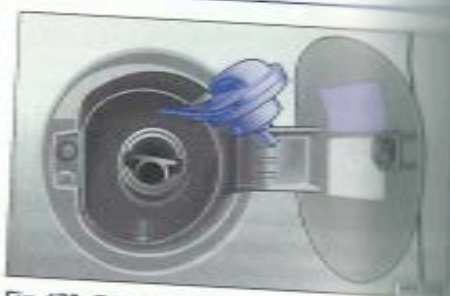

Fig. 175 Trappe à carburant ouverte avec bouchon de réservoir approché.
5. Vissez le bouchon en le tournant dans le sens inverse des aiguilles d'une montre et accrochez-le en haut sur la trappe à carburant → fig. 175.